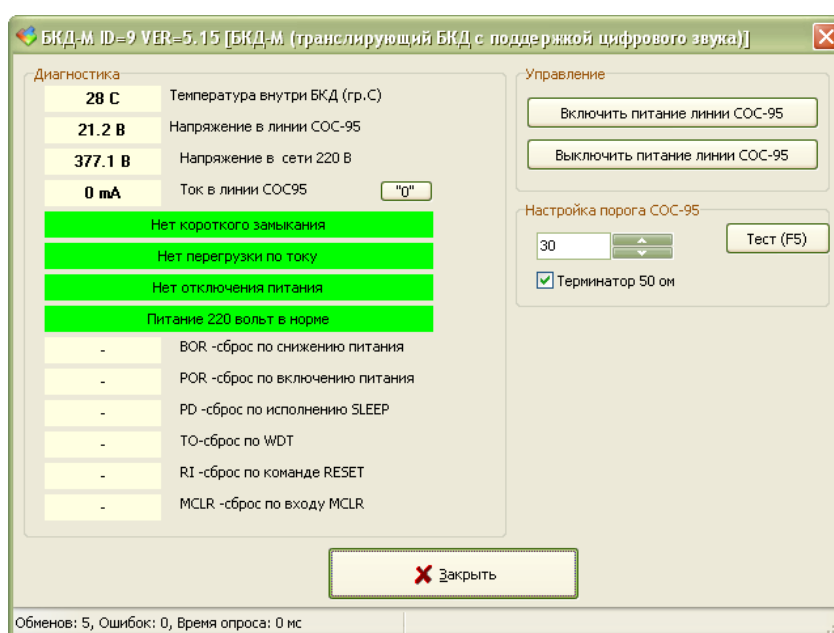

Рисунок 11 - Параметры БИУ-DIN
4) Выбрать найденный контроллер в таблице устройств и нажать кнопку «Тест». Откроется окно с параметрами (рисунок 11).
- 4) Выбрать найденный контроллер в таблице устройств и нажать кнопку «Тест». Откроется окно с параметрами контроллера (рисунок 11).
4) Выбрать найденный контроллер в таблице устройств и нажать кнопку «Тест». Откроется окно с параметрами контроллера (рисунок 11).